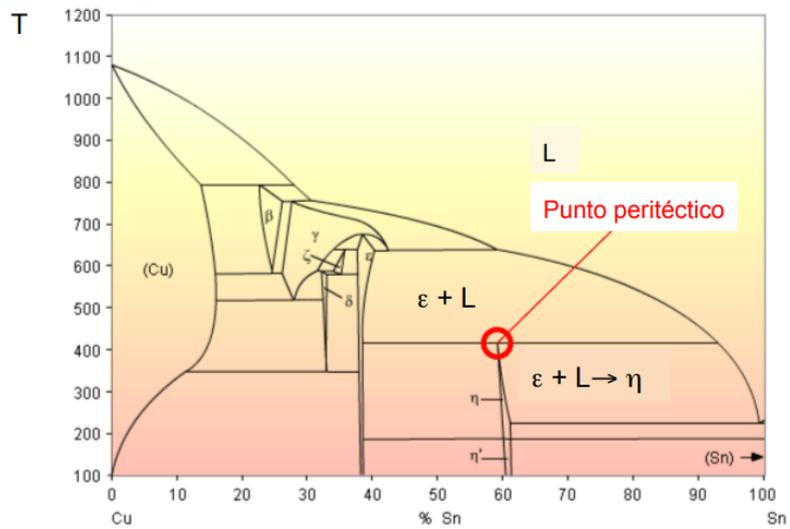

Figura 29. Diagramas con PERITÉCTICO
Peritético: punto invariante ($f = 0$) en el que un líquido (L) y una fase sólida (α) se transforman en otra sólida distinta (β). (Ver figura 29)